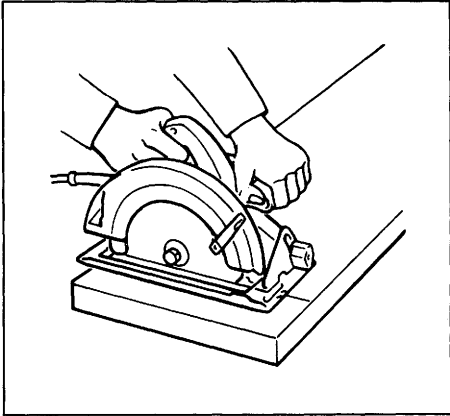
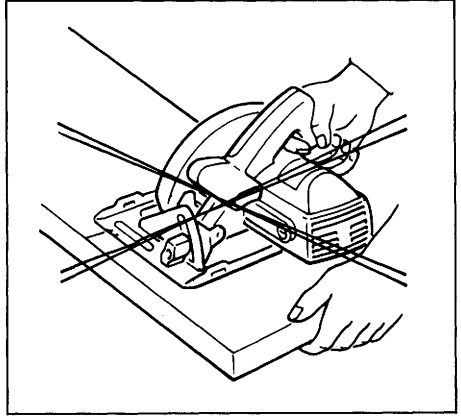

图 5
图 6
12. 将圆锯底板的较宽一边放在被坚固支旋着的那部分工件上，而不是在锯断后会掉下的部分上。做为例子，图5表示锯切板材端头的正确方法，图6为错误方法。如果工件很短或很小，则应将其夹住。决不可用手去拿短小加工件。